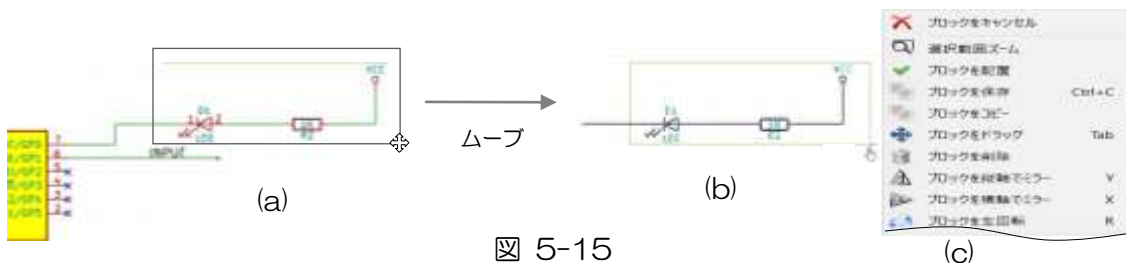

図 5-15
⑦ ブロック操作
- (a) マウスポインタをドラッグして範囲選択します。図 5-15-(a)
- (b) マウスのボタンをはなすとブロック（選択範囲）がマウスポインタに吸着されムーブすることができます。図 5-15-(b)
- (c) 右クリックメニューでドラッグや削除などの編集操作を行うことができます。図 5-15-(c)